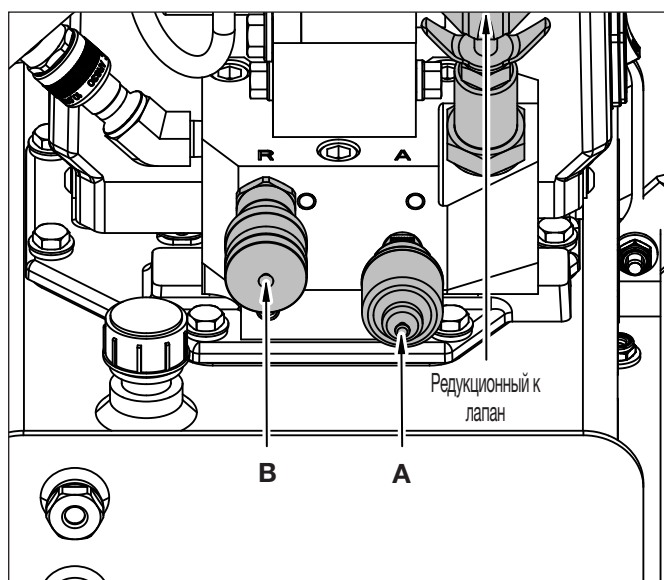

Рисунок 3: Выпускное отверстие насоса
1. Ослабьте контргайку и вывинтите (вращая против часовой стрелки) редукционный клапан, чтобы исключить непреднамеренное повышение давления. Для регулировки редукционного клапана инструменты не требуются. См. рисунок 3.
2. Во избежание непреднамеренного повышения давления ослабьте контргайку и вывинтите редукционный клапан. См. рисунок 3.